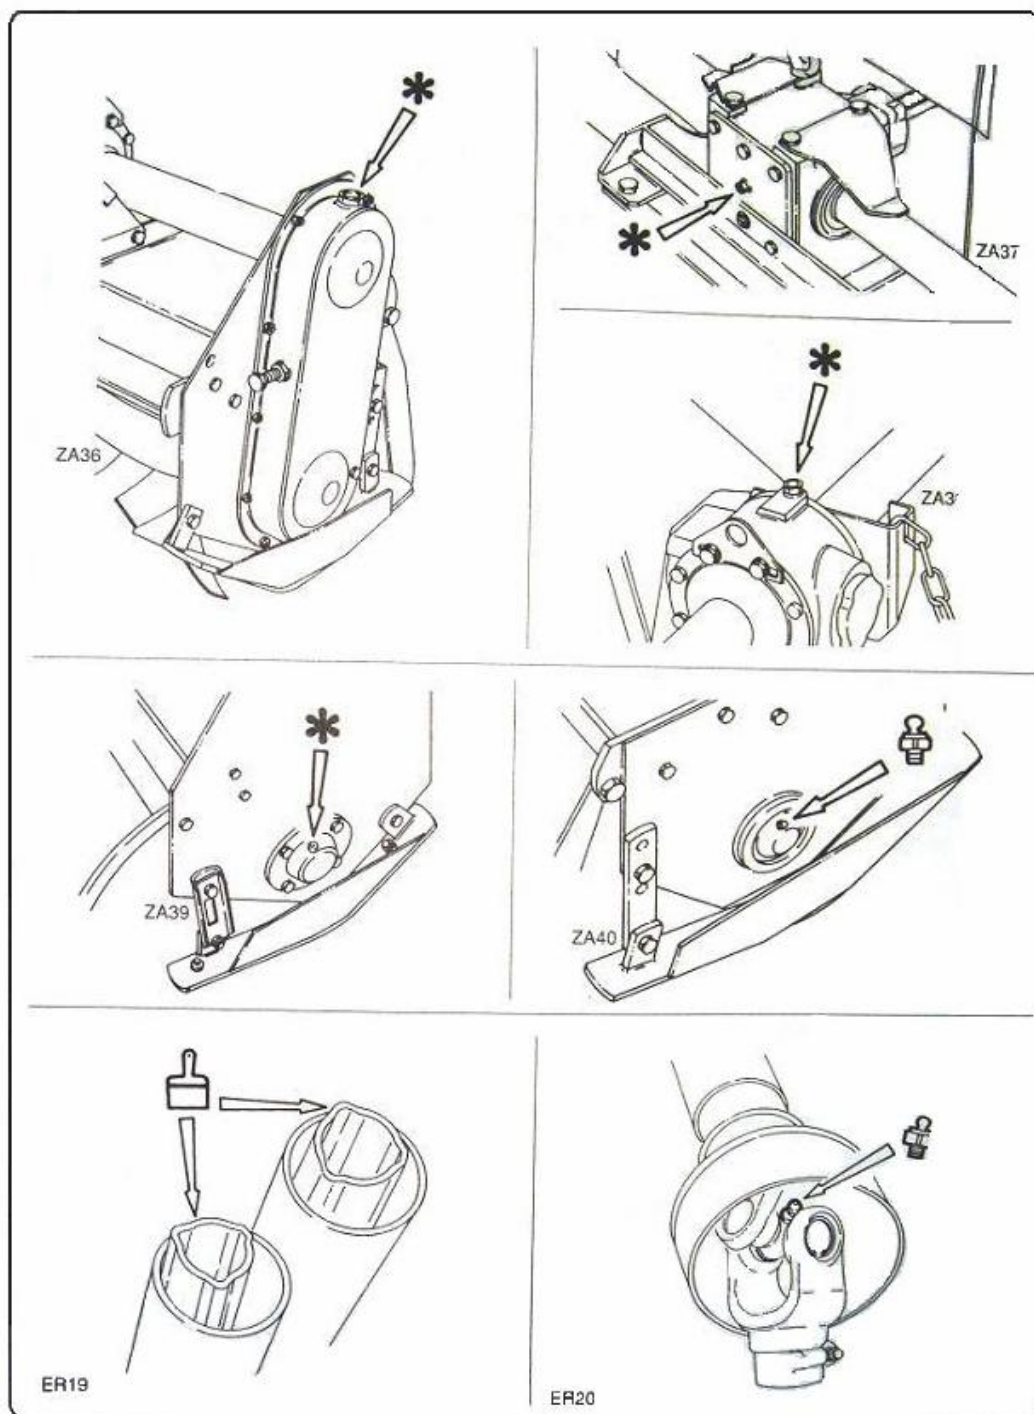

fig. 7.6.1
- Lubrification et points de graissage fig. 7.6.1 e 7.6.2